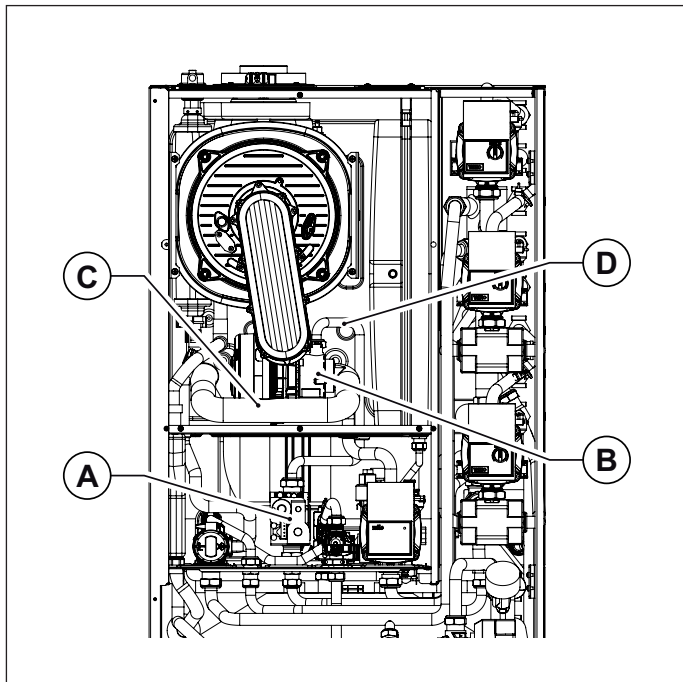

Fig. 29 Marmitta di aspirazione
- Rimuovere la marmitta di aspirazione, avendo cura di svitare prima la vite che la fissa al miscelatore (vedi Fig. 29 Marmitta di aspirazione).
- Scollegare il tubo gas dal miscelatore (vedi Fig. 29 Marmitta di aspirazione).